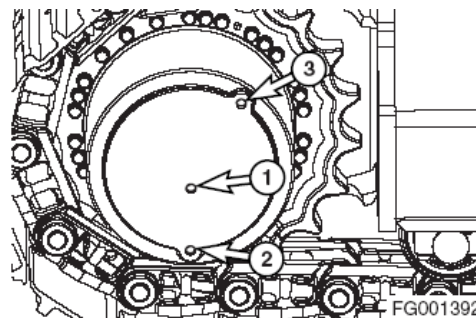

Рис. 77
2. Поворачивать гусеницу пока отверстия (с 1 по 3, рис. 77) не встанут в нужное положение, как показано на рисунке.
3. Поставить емкость под сливную заглушку (2, рис. 77), снять заглушки (с 1 по 3) и слить масло ходового редуктора.
4. Установить на место сливную заглушку (2, рис. 77). Через заливное отверстие (3) залить в ходовой редуктор соответствующее масло до уровня отверстия (3). Установить на место заглушку уровня (1) и заполнить заглушку (3).